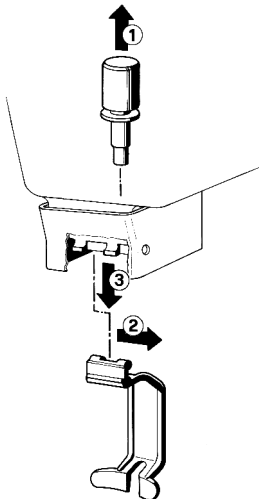

Bild 7
- 1 - Den Kolben lösen (1) und dann den Betätigungshebel des Hahns abmontieren (2-3) (Bild 7).
- 1 - Werden die zur Demontage durchgeführten Schritte in umgekehrter Reihenfolge ausführen um der Ventilkörper zu montieren (Bild 7).